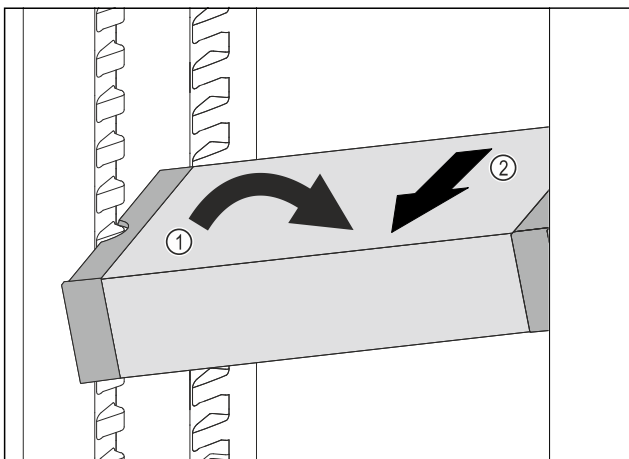

Fig. 103
- ▶ VarioSafe in het koelgedeelte schuin zetten. Fig. 103 (1)
- ▶ VarioSafe naar voren toe verwijderen. Fig. 103 (2)